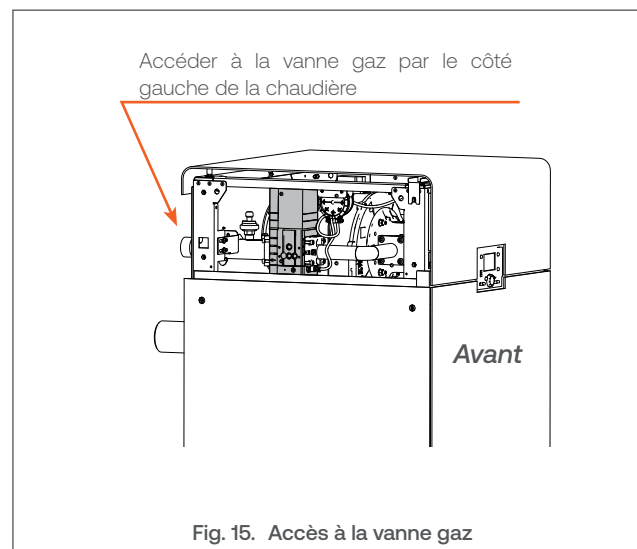

Fig. 15. Accès à la vanne gaz
1. Enlever le panneau gauche. Voir la **Fig. 15** ci-dessous ainsi que «**Démontage et installation des panneaux d'accès**» à la page I-29.
▶ Lorsque les Nesta 300 doivent fonctionner avec un type de gaz différent, la position de la vis de réglage (1) doit être ajustée.
4. Conversion au Propane uniquement : faire tourner la vis de réglage (1) comme suite :